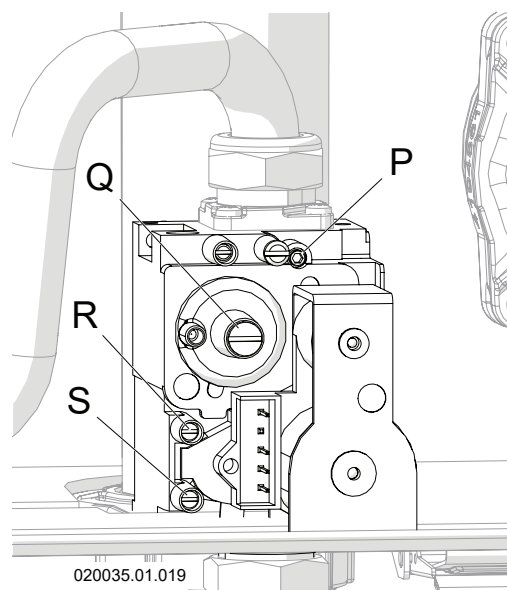

Figura 6-4 - Valvola del gas
- 15.- aprire completamente la vite di regolazione del CO₂ particolare "P" (Figura 6-4);